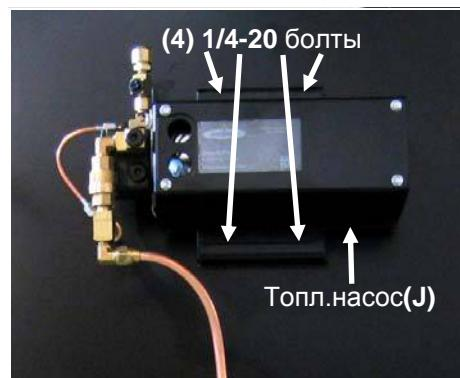

Рис. 37
2. Оставив болты незакрепленными, установите топливный насос (J) с помощью (4) болтов 1/4-20 (FF), входящих в комплект поставки. (Рис. 37)